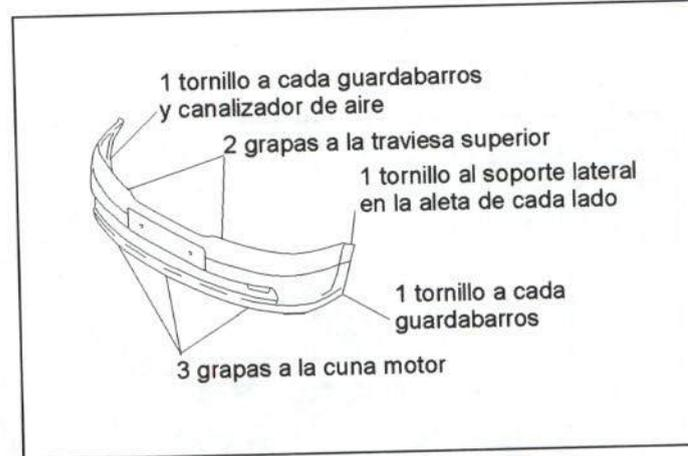

Figura 14.- Unión del paragolpes delantero
En la figura 14 se muestra la fijación de este elemento.
- Paragolpes delantero (figura 14).